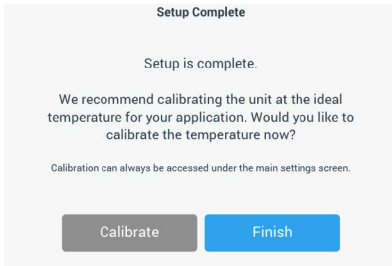
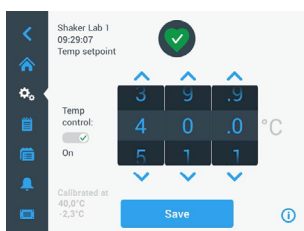

Figura 30: Configurazione iniziale - Calibrazione o fine della configurazione
Figura 38: Impostazione del valore nominale per la temperatura: schermata con l'indicazione della calibrazione
1. Toccare il campo del **Tempo** (⑤ nella Figura 30) per accedere alla schermata Modalità Tempo illustrata nella Figura 38.
1. Toccare il campo **Temp nominale** (parte inferiore della posizione ⑥ nella Figura 30) per accedere alla schermata **Temp nominale** illustrata nella Figura 38.